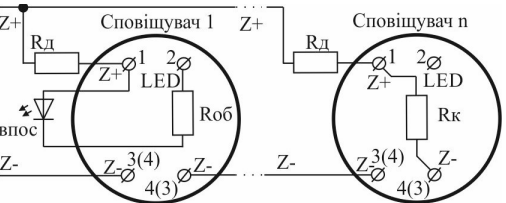

Рисунок 3 – Підключення ВПОС або світлодіода
4.4 Якщо за проектом використовують ВПОС з живленням від ШС, то його мінусовий контакт через резистор R_{об} з'єднують з гвинтовою клемою з маркуванням «2» (LED), а плюсовий – гвинтовою клемою з маркуванням «1» (Z+) (рис.3, номінал R_{об} залежить від типу ВПОС і його робочого струму, а також чи використовується R_d, сума R_d та R_{об} має бути не менше 3 кОм). Рекомендується використовувати ВПОС виробництва ТОВ «Тірас-12», підключивши його через резистор R_{об} з опором не менше 3 кОм. Допускається використовувати інший пристрій індикації з малим струмом споживання (близько 2 мА). ВПОС дублює основний індикатор в режимах пожежі та несправності.